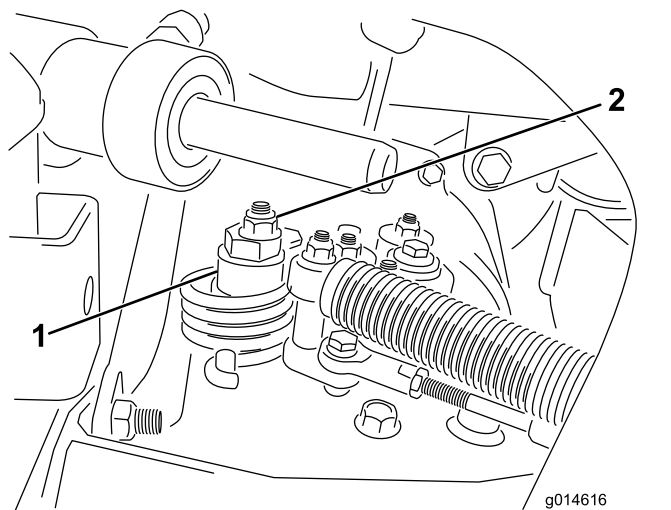

図 49
- A. 偏芯ナットをハイドロスタット上部に止めていたナットをゆるめる(図 49)。
- C. どちらにも車輪が回らないように偏芯ナットを回して調整する。調整ができれば固定ナットを締める(図 49)。スロットルSLOW および FAST 位置で調整が正しいことを確認する。